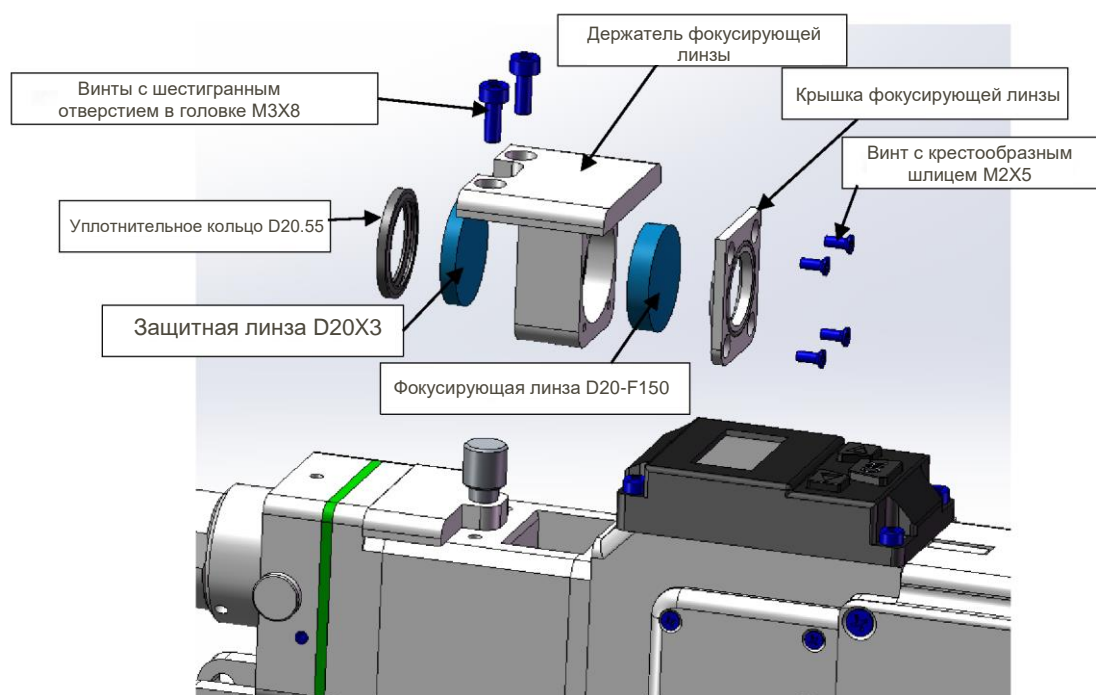

Рис. 13 Разнесенная схема верхнего защитного стекла и фокусирующей линзы в аппарате HW970
1. Как показано на Рис. 13, ослабьте два винта с шестигранным отверстием в головке M3X8, зажмите обе стороны выдвижного держателя линзы и медленно вытащите держатель фокусирующей линзы;